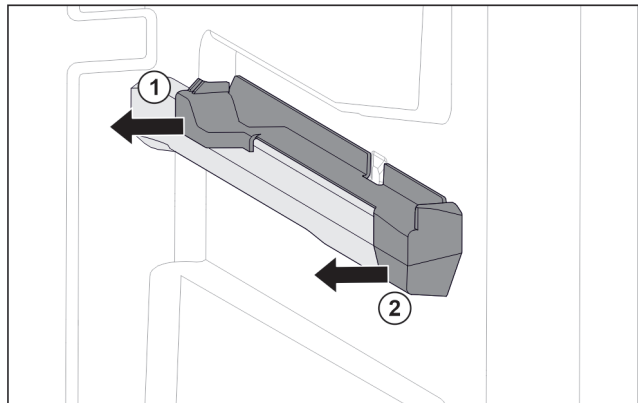

Fig. 30 Insteekelement op rechter containerrib
- ▶ Insteekelement achter naar de zijkant toe eraf trekken. Fig. 30 (1)
- ▶ Insteekelement voor naar de zijkant toe eraf trekken. Fig. 30 (2)